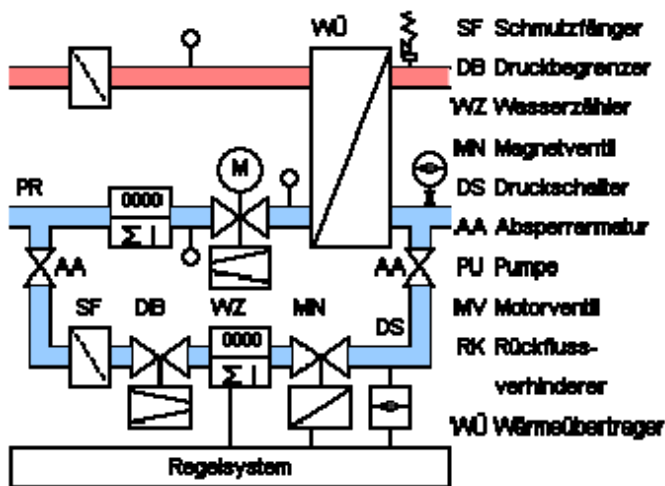

Bild 11 Automatische Nachspeisung
7. Automatische Nachspeisung ANS (Bild 11)